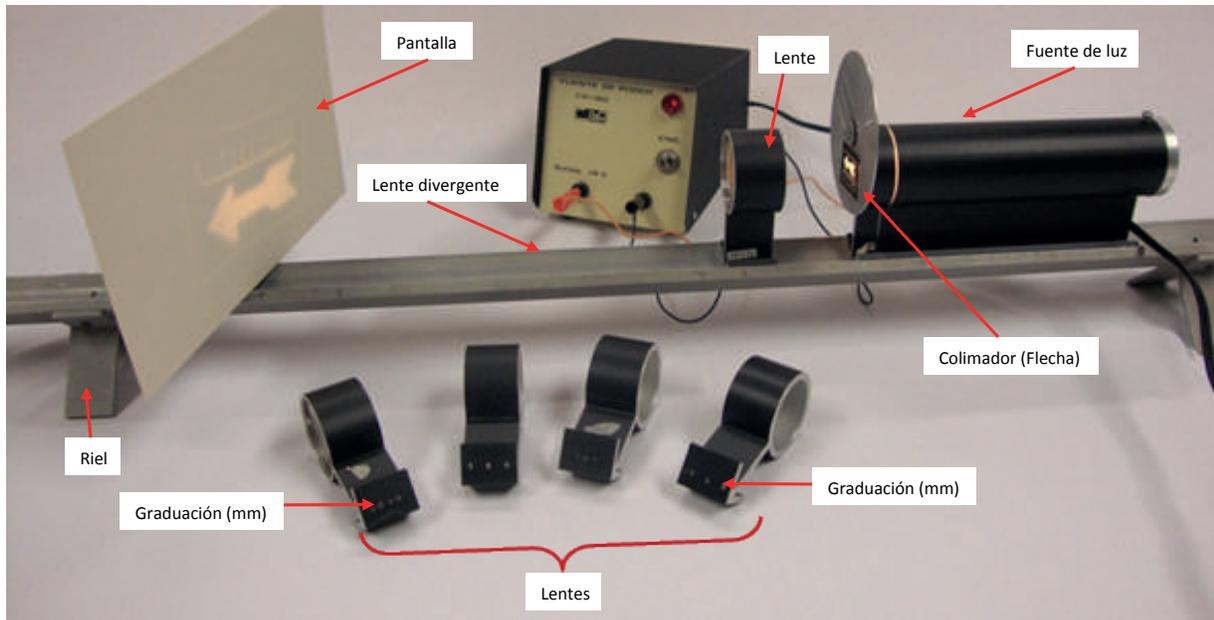

Figura 4.12. Clasificación de lentes delgadas
- i) Arme el dispositivo mostrado en la figura 4.12 (las distancias en ésta no son las reales):